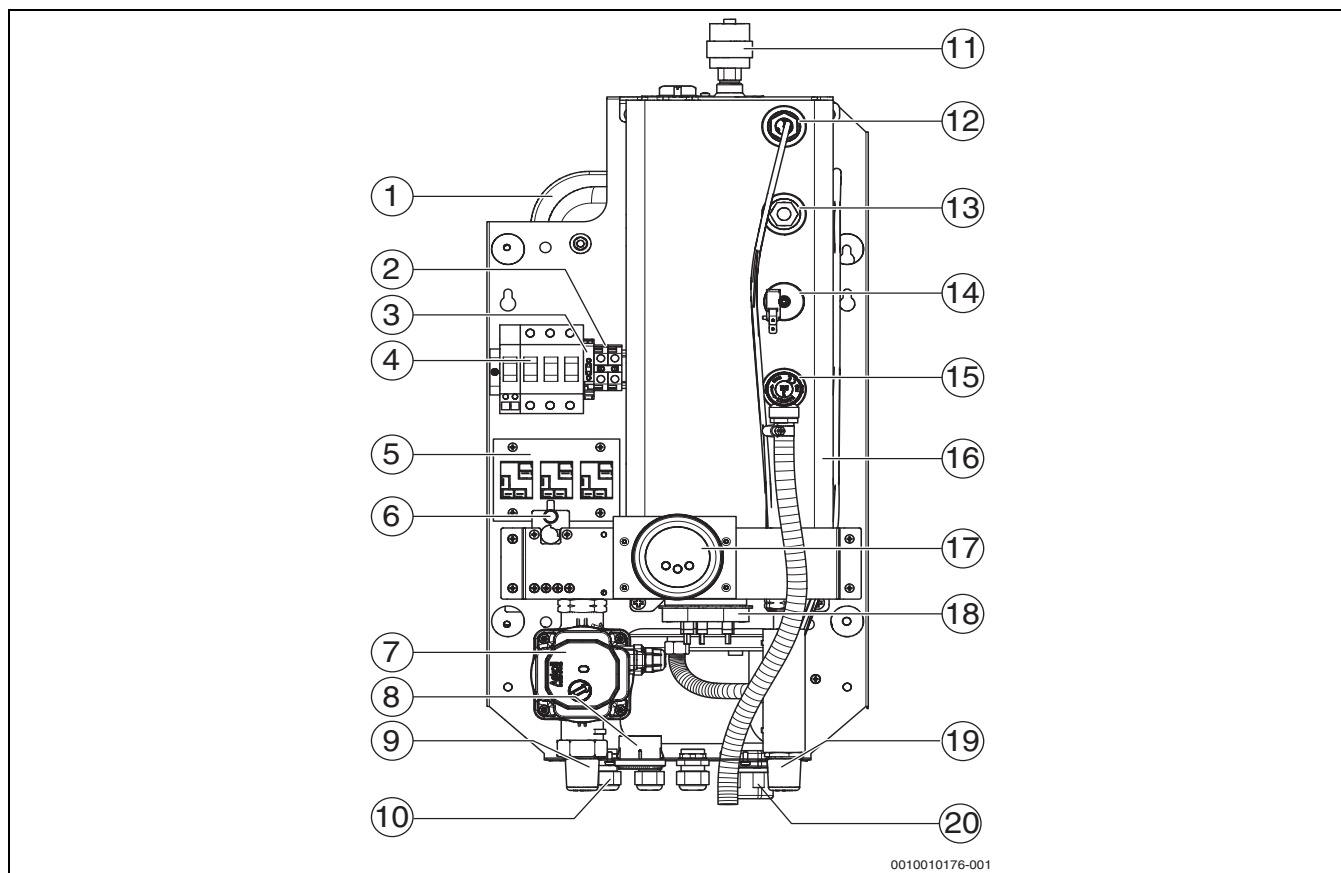

Рис. 1 Функциональные элементы котла Tronic Heat 3500 4–12 кВт
- ▶ Не перекрывайте предохранительный клапан (→Рис. 1, стр. 8, [15])